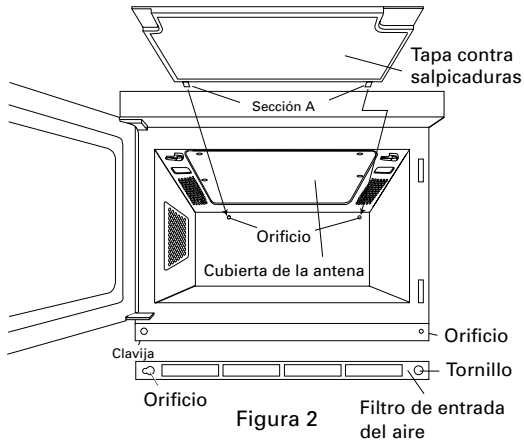

Figura 2 Filtro de entrada del aire
Retire la tapa contra salpicaduras como se muestra en la Figura 2 y separe el marco de la tapa.
Recuerde desenchufar la clavija del cable de alimentación. Gire los dos retenes que aseguran la tapa a la parte superior del interior del horno como se muestra en la Figura 2. A continuación, tire suavemente de la tapa hacia abajo para separarla de la parte superior del interior del horno. A continuación, separe la tapa del marco. Hay cuatro clips que la mantienen en su lugar.
Recuerde desenchufar la clavija del cable de alimentación. Vuelva a colocar la tapa en el marco. Inserte la sección A (2) en los dos orificios de la parte posterior del interior del horno y, a continuación, inserte la sección B en los dos orificios de la parte superior del interior del horno como se muestra en la Figura 2. A continuación coloque los retenes en su lugar.